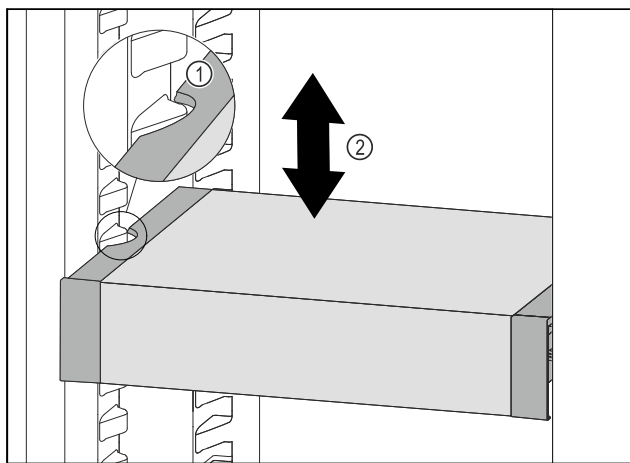

Fig. 82
- Húzza előrefelé a VarioSafe fiókot annyira, hogy a VarioSafe oldalsó kivágásai a hűtőrészben a tartóborda magasságában legyenek. Fig. 82 (1)
- A hűtőrészben a VarioSafe fiókot mozgassa felfelé vagy lefelé a kívánt magasság eléréséig. Fig. 82 (2)